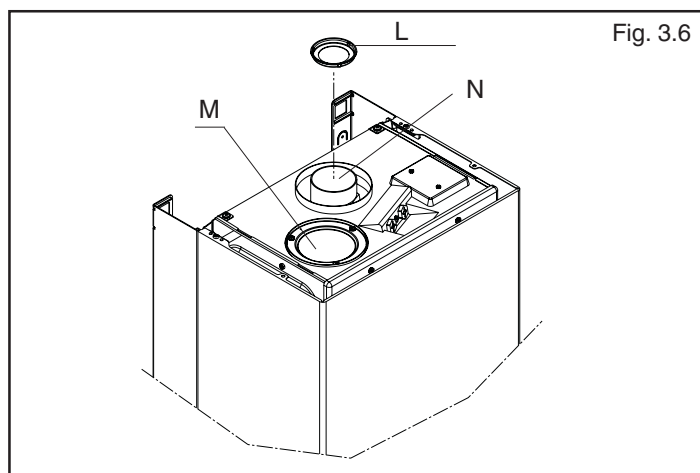

Fig. 3.6
La caldaia viene fornita predisposta per essere collegata a condotti di scarico/aspirazione coassiali e con l'apertura per l'aspirazione aria (M) chiusa (fig. 3.6).
Gli scarichi sdoppiati possono essere orientati nella direzione più adatta alle esigenze del locale. Il condotto di scarico dei prodotti della combustione (N) è indicato in fig. 3.6. Il condotto di aspirazione dell'aria comburente può essere collegato all'ingresso (M) dopo aver rimosso il tappo di chiusura fissato con delle viti. La flangia fumi (L), quando necessario, deve essere tolta facendo leva con un cacciavite. In figura 3.7b sono riportate le quote di riferimento per la tracciatura dei fori attraversamento muro ø 85 rispetto alla piastra di supporto caldaia. La tabella riporta le lunghezze rettilinee ammesse. Secondo la lunghezza dei condotti utilizzata, è necessario inserire una flangia scegliendola tra quelle contenute in caldaia (vedi tabella riportata di seguito).